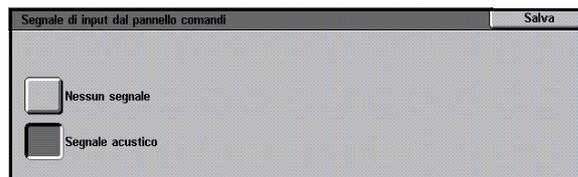

Fig. 12: Schermata Segnale di input dal pannello comandi
- Per l'opzione Segnale di input dal pannello comandi (Fig. 12), selezionare **Nessun segnale** o **Segnale acustico**.